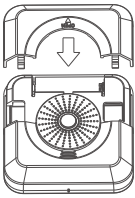

图1
1.3、探测器电池安装完毕后，测试无任何问题，盖上电池盖。如下图1所示：